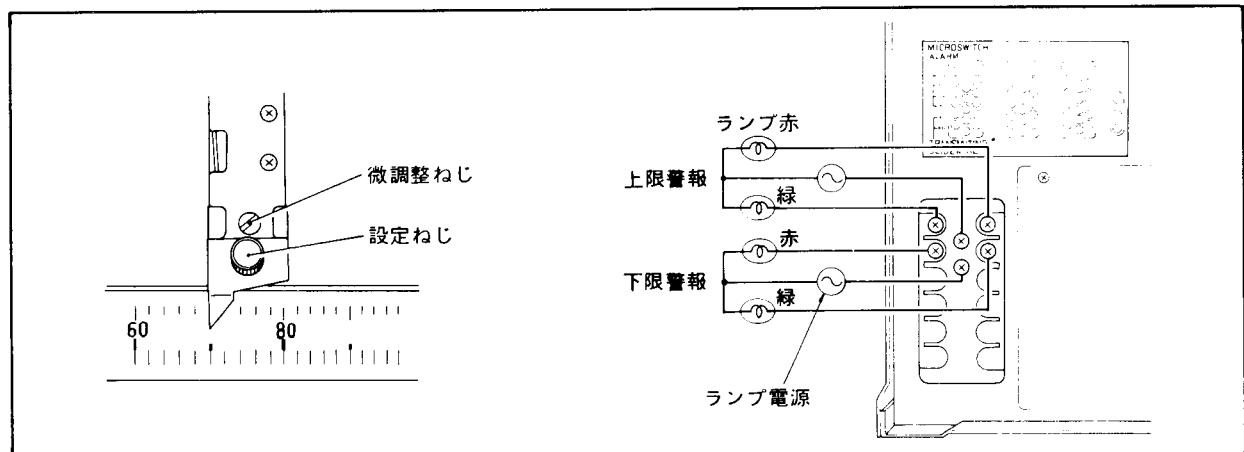

図 13-4 マイクロスイッチの校正
- (1) 図 13-4 のように配線し、記録計の SUPPLY スイッチは OFF にします。
- (2) 任意の所 (10 %, 50 %, 90 % が望ましい) に、マイクロスイッチ警報を設定します。
- (3) ブーリを指で回して指針を移動し、警報の動作点をランプの点滅で確認し、設定指標とのずれを計算